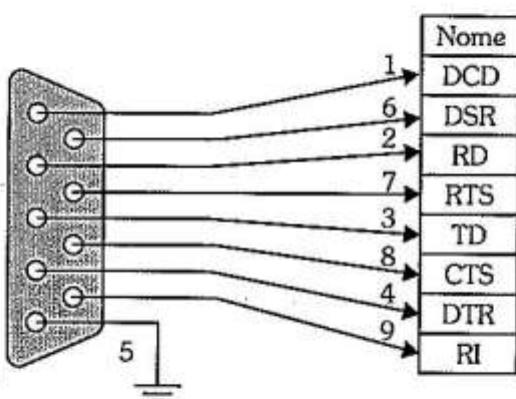

Figura 12.24
- Conectores padronizados: o protocolo especifica conectores de 25 pinos do tipo "D" (chamados de DB25). O conector do DCE deve possuir pinagem do tipo fêmea e do DTE, pinagem do tipo macho. Observe que o conector de 25 pinos cedeu, ao longo tempo, lugar para os conectores de 9 pinos (chamados de DB9), sendo estes últimos os mais utilizados atualmente. A pinagem do conector DB9 pode ser vista na figura 12.24.